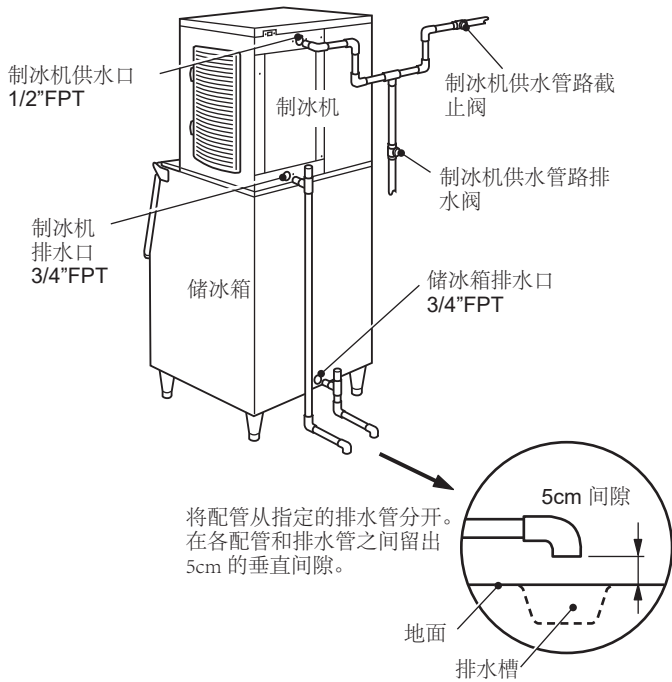

图 7
- * 需要使用一个通风的T形管来保证排水顺畅。参见图7。
- * 制冰机排水管路必须与储冰箱/出冰机排水管路隔离开来。参见图7。